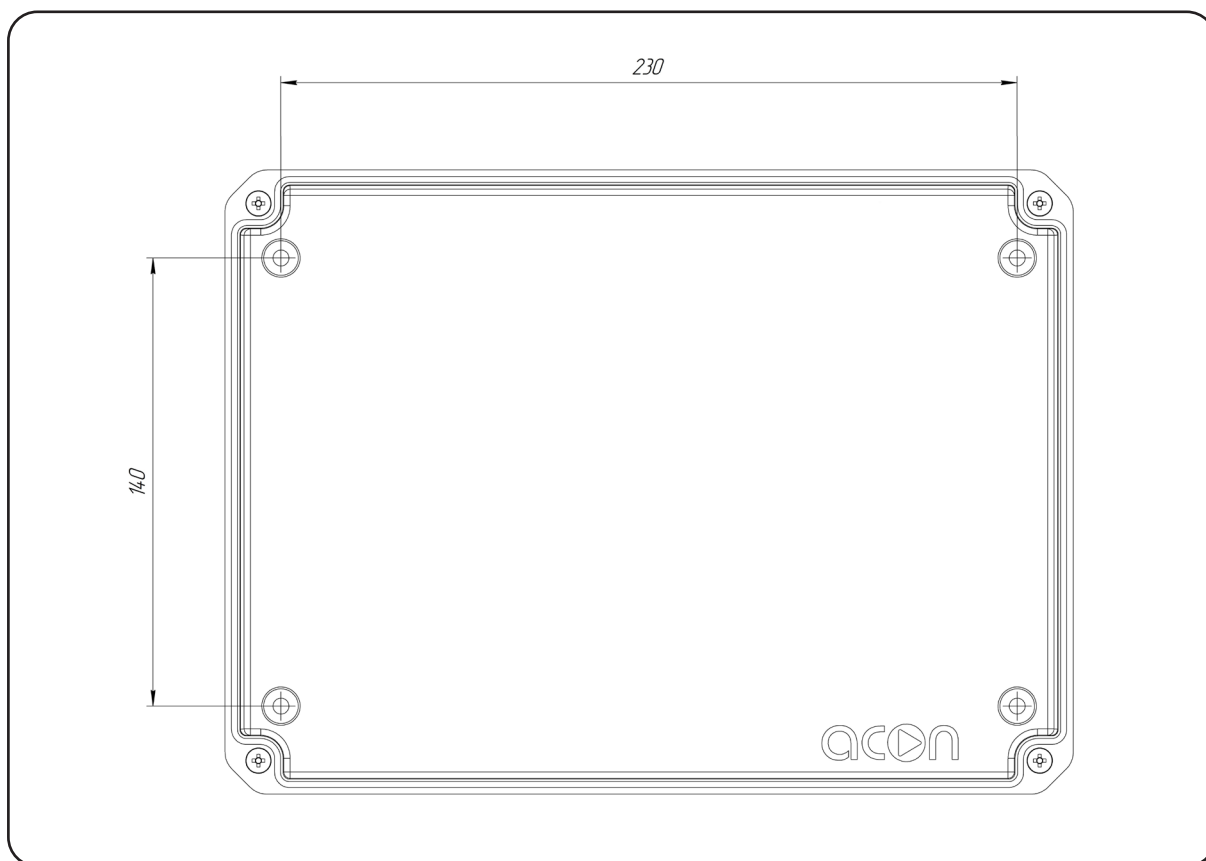

Рисунок 8. Нижняя крышка Установки.
4) Определившись с местом монтажа Установки, необходимо разметить места для сверления отверстий (см. Рис.8).